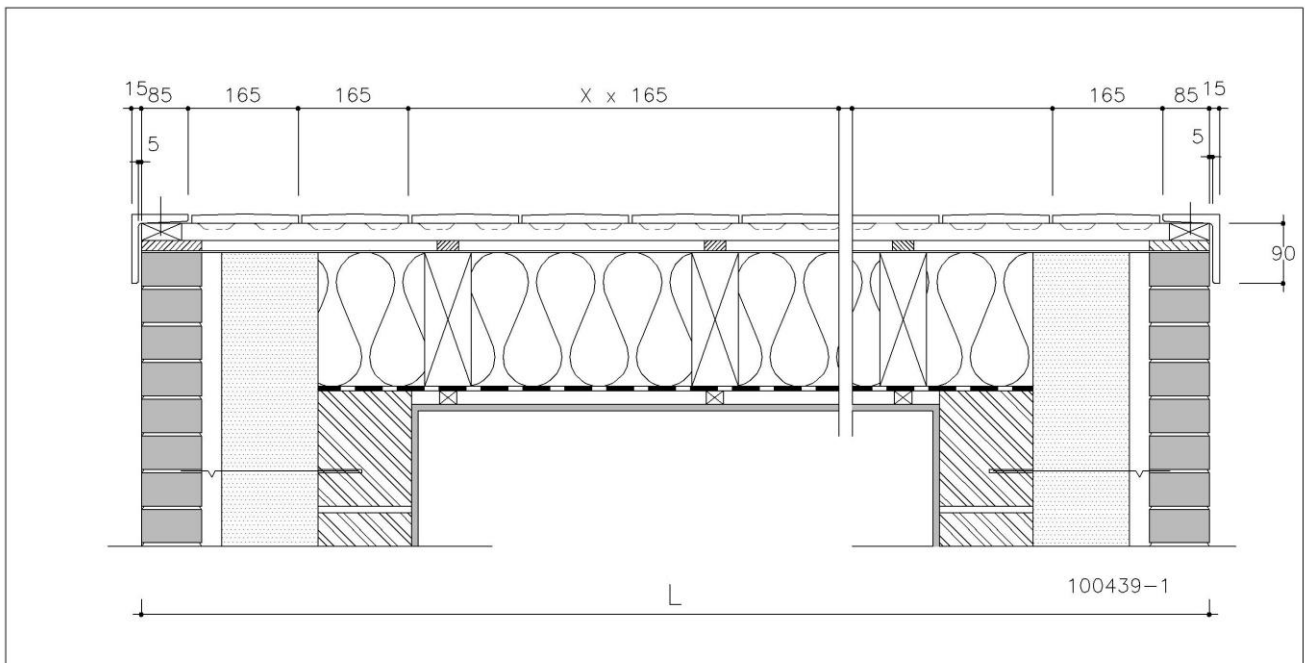

Fig. 2: Breedteverdeling van het dak - beëindiging met gevelpannen
- beëindiging met gevelpannen (Fig. 2 en Fig. 4 bij de principedetails): zie berekening breedteverdeling hieronder.